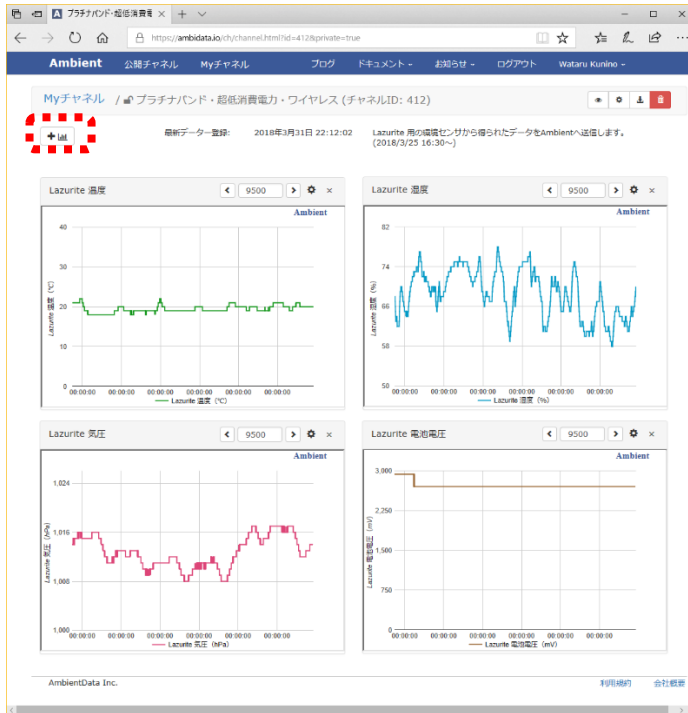

図 16-7 IoT 用クラウドサービス Ambient でセンサ値を表示したときの一例
(6) 最新データの日時が更新されているようであれば、図 16-7 のグラフ作成アイコンをクリックし、温度データ d1、湿度データ d2、気圧データ d3、電池電圧 d4 のそれぞれのグラフを画面へ追加します。